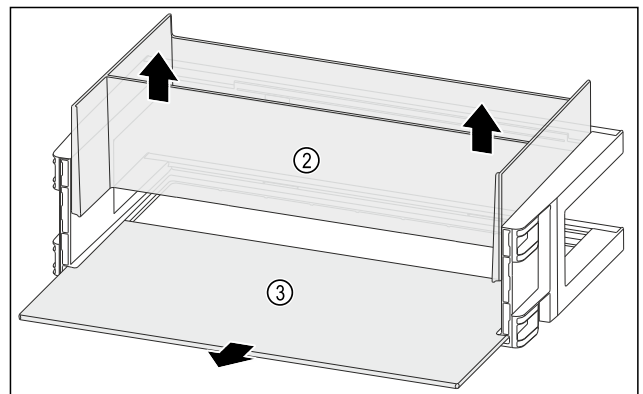

Fig. 140
- ▶ Organizer Fig. 140 (2) nach oben entnehmen.
- ▶ Abstellfläche Fig. 140 (3) entnehmen.